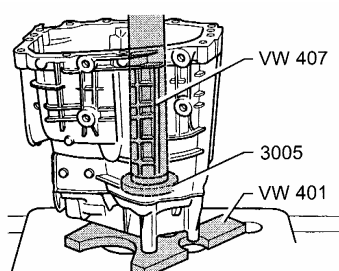

图 12-90 压入小圆锥滚柱轴承外圈
(3) 压入小圆锥滚柱轴承外圈时应使用专用工具并按图 12-90 所示进行。